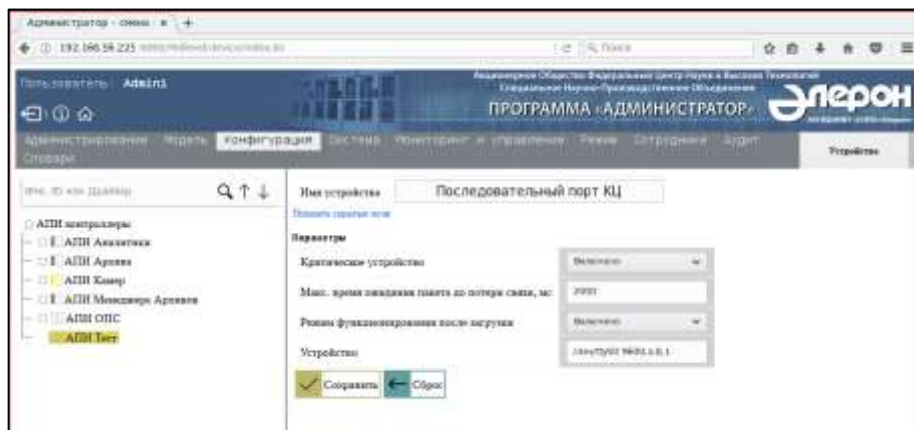

Рис. 12
2) в открывшемся бланке (Рис. 12) в поле «Имя устройства» ввести имя последовательного порта (например, «Последовательный порт КЦ»);